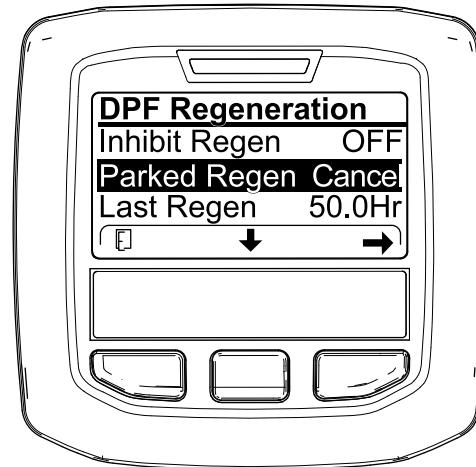
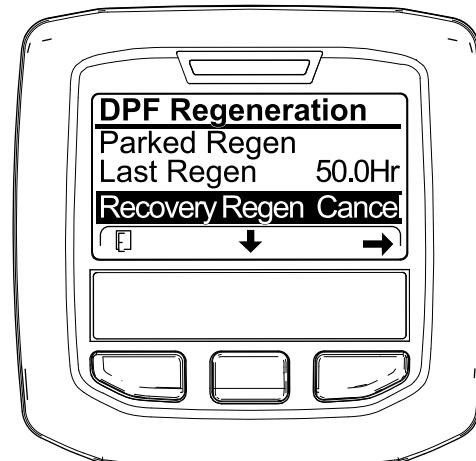

Bild 70
Bild 71
2. Drücken Sie die mittlere Taste, um auf die Option PARKED REGEN. CANCEL (Bild 70) oder RECOVERY REGEN. CANCEL zu navigieren (Bild 71).
3. Drücken Sie die rechte Taste, um den Eintrag „Regen. Cancel“ auszuwählen (Bild 70 oder Bild 71).
1. Zugreifen auf das Menü für die Regenerierung des Dieselpartikelfilters (Bild 70)